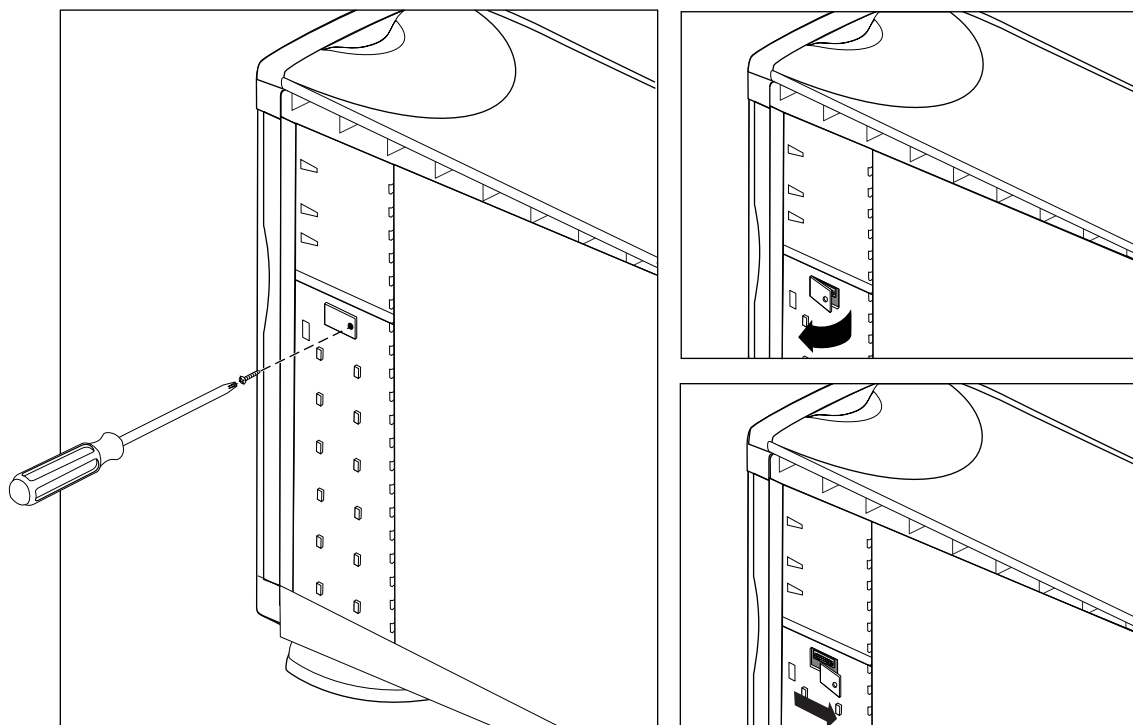

Figure 2-17 Retrait de la plaque d'accès du contrôleur MSC
2. Retirez la plaque d'accès au contrôleur MSC, comme indiqué à la Figure 2-17: